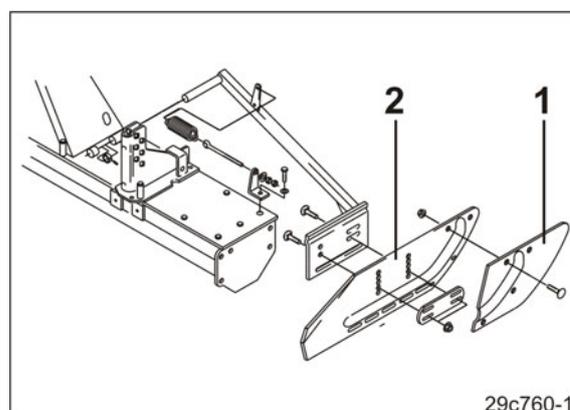

図 18
1. サイドガイドプレート延長パーツ (図 18/1) をロータリーカルチベータ / パワーハローのサイドガイドパネル (図 18/2) にねじで固定します。